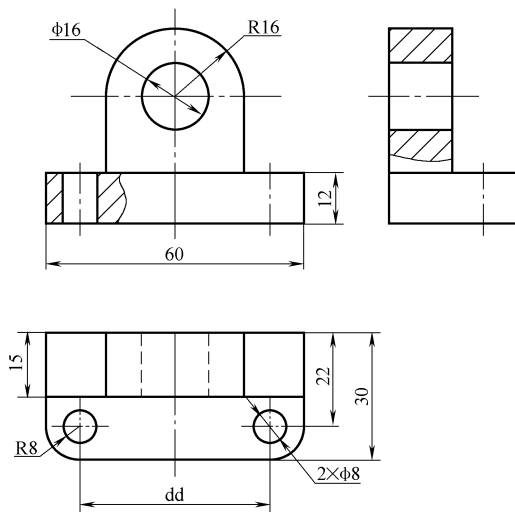

图 6-23 轴承座三视图
5) 绘制左视图。设置 0 层为当前层,使用前面已学的图形绘制和图形编辑功能绘制完成轴承座三视图,如图 6-23 所示。